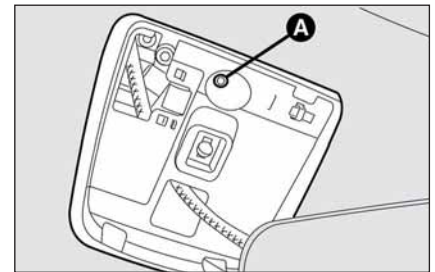

fig. 92
- introduire la clé dans le siège **A-fig. 92** et la tourner dans le sens des aiguilles pour ouvrir le toit; dans le sens inverse des aiguilles pour le fermer.